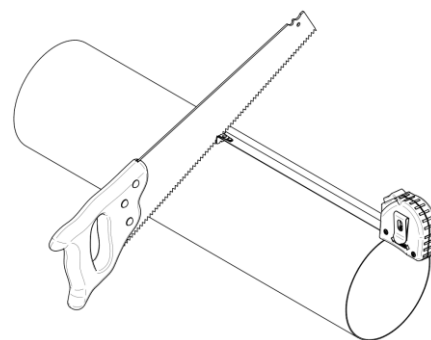

Рис. 15
2. Измерьте толщину стены в месте выполненного канала, см. Рис. 15.